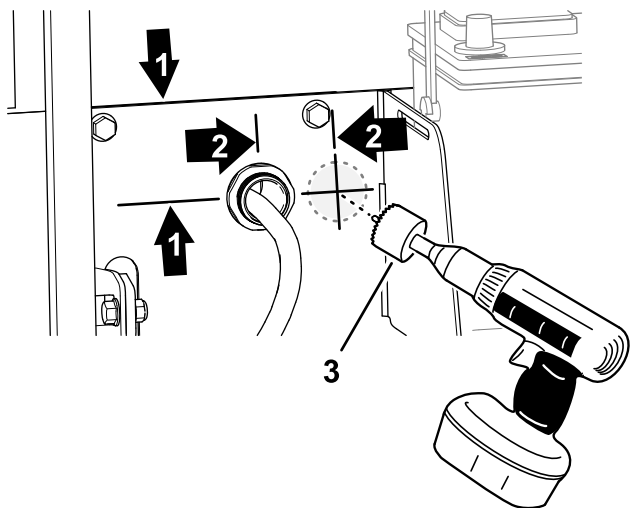

Figura 9
1. Alla sinistra del vassoio della batteria, misurate 51 mm dall'interasse del foro del cavo della batteria e contrassegnate la posizione della staffa del radiatore (Figura 9).
2. Misurate 64 mm dalla staffa superiore del radiatore e contrassegnate la posizione della staffa (Figura 9).
5. Praticate un foro di 38 mm nella staffa in corrispondenza del foro pilota (Figura 9).